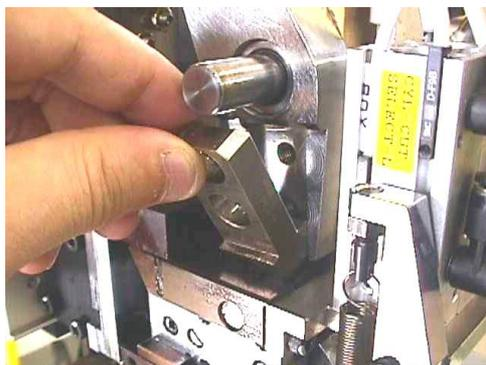

Fig 7-2-3
- ③ カッターカムを取り外して下さい。 [Fig 7-2-3]